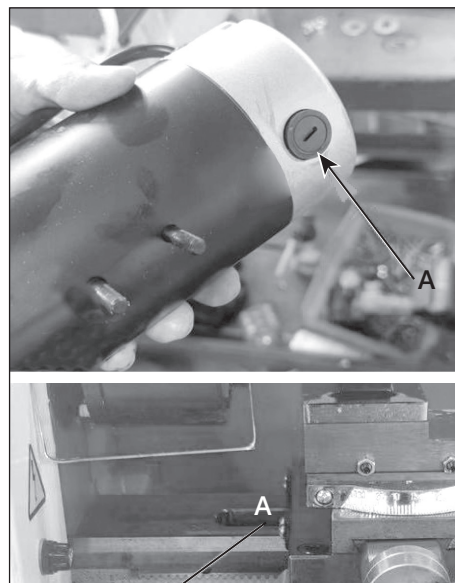

Рисунок 19.
- ослабьте крепления щеткодержателей **A** (рис. 19) и осторожно снимите щетки;